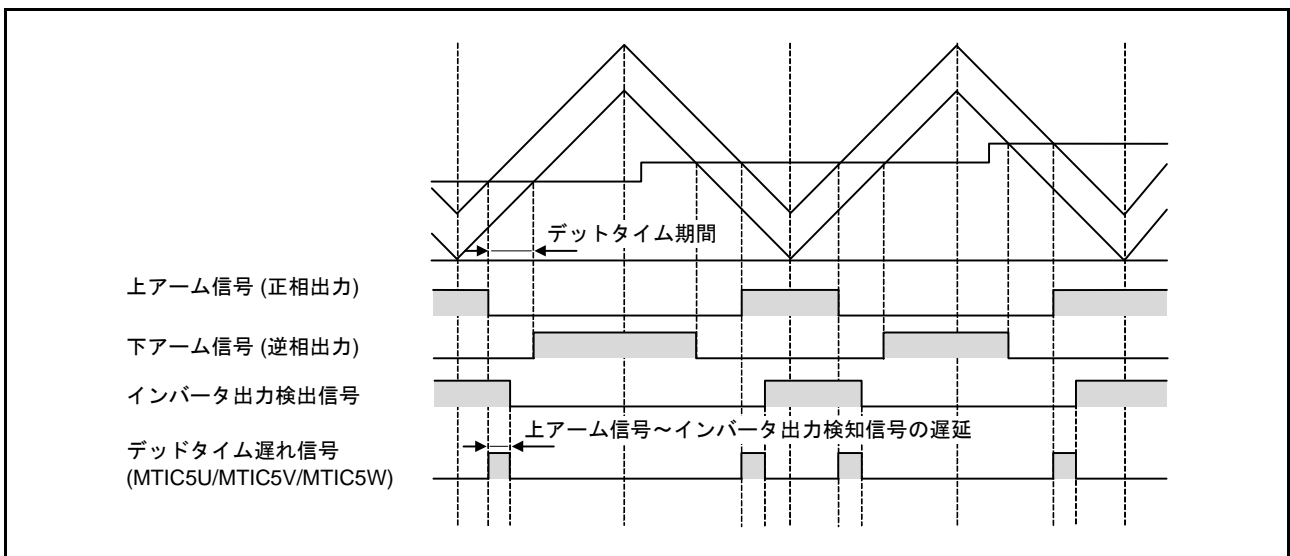
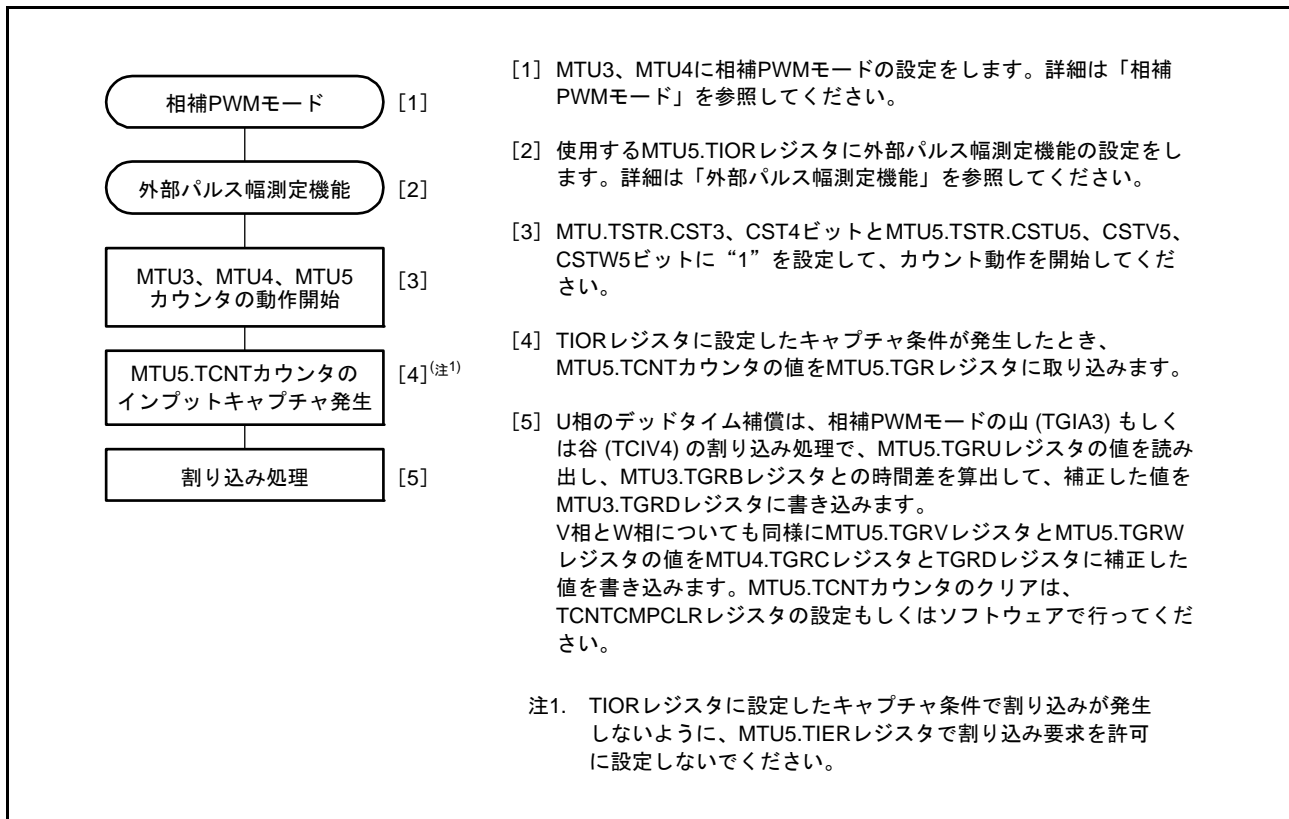

図 22.80 相補PWMモード動作時のデッドタイム遅れ
図 22.81 デッドタイム補償機能の設定手順例
MTU5の外部パルス測定機能でデッドタイム遅れを測定して、PWM出力のコンペアレジスタに設定するデューティを補正することで、MTU3、MTU4を使用した相補PWM動作時のPWM出力波形に対するデッドタイムを補償することができます（図22.80）。MTU3～MTU5を使用したデッドタイム補償の設定手順を図22.81に示します。このときのMTU5の動作については、(2) 相補PWMの山と谷でのTCNTU、TCNTV、TCNTWカウンタキャプチャ動作を参照してください。
MTU5 の 3 本のカウンタを使用したデッドタイム補償機能の設定手順例を図 22.81 に示します。